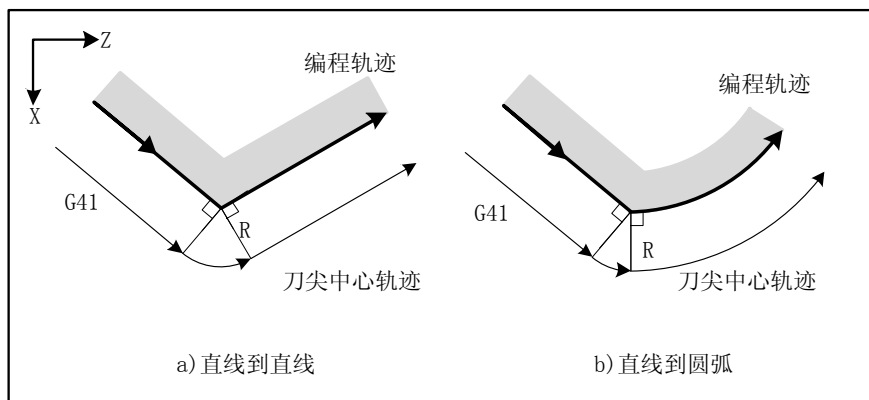
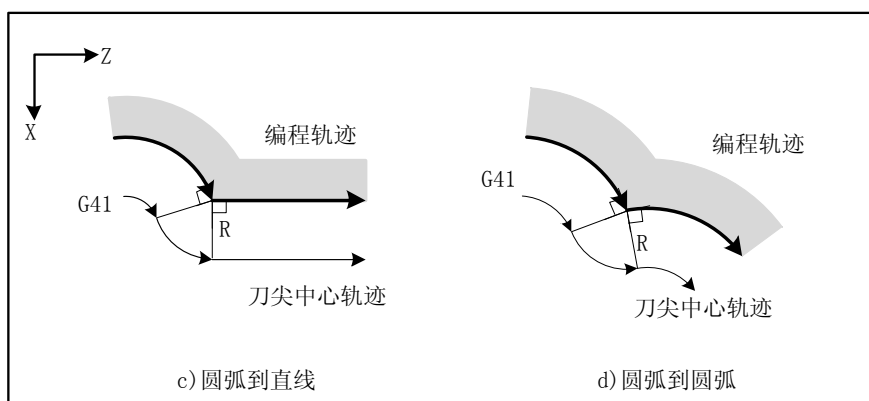

图 2.32
图 2.33
b) 夹角 $>180$ 时, 如图 2.32 和图 2.33